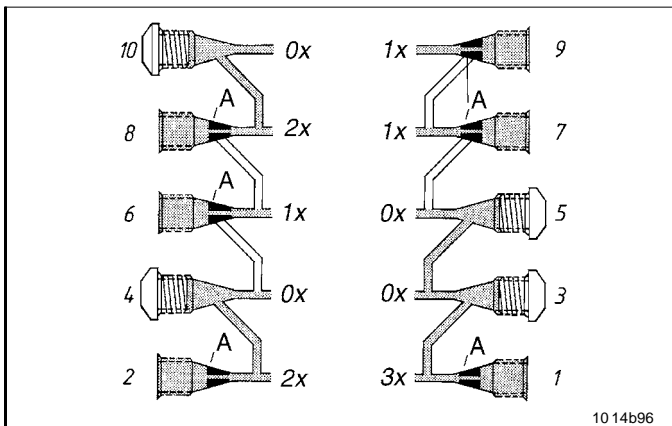

Abb. 29 Einfache, doppelte und dreifache Fördermenge
- Wie in Abb. 29 gezeigt, ist z.B. die Auslassbohrung 10 verschlossen. Die von dort geförderte Menge verlässt den Verteiler durch die Auslassbohrung 8.
- Bei dreifacher Menge (an Auslass 1), die Auslassbohrungen oberhalb der Entnahme-Bohrung verschließen, siehe z. B. Auslässe 3 und 5 in Abb. 29.